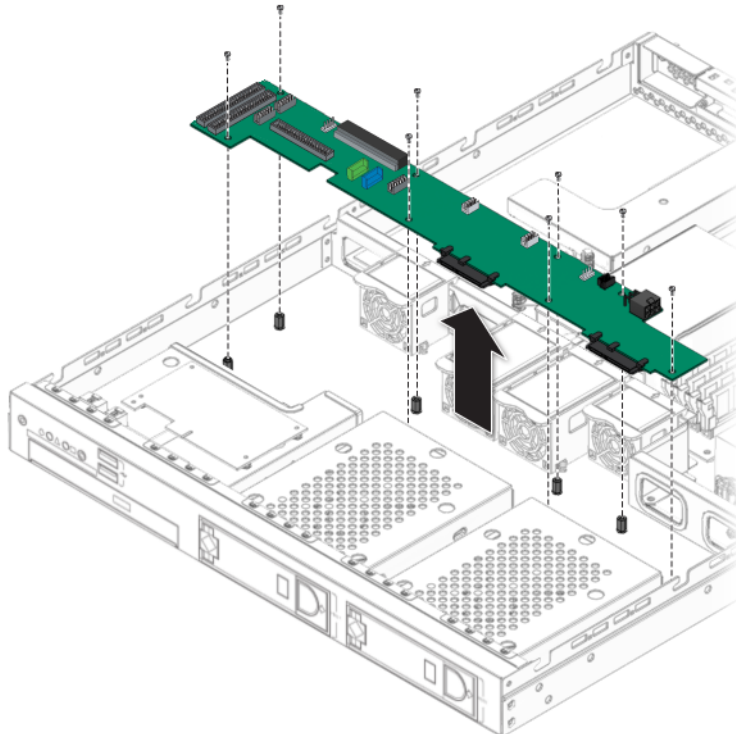

ABBILDUNG 4-14 Entfernen der SATA-Anschlussleiste
5. Heben Sie die SATA-Anschlussleiste aus dem Gehäuse heraus (siehe ABBILDUNG 4-14).